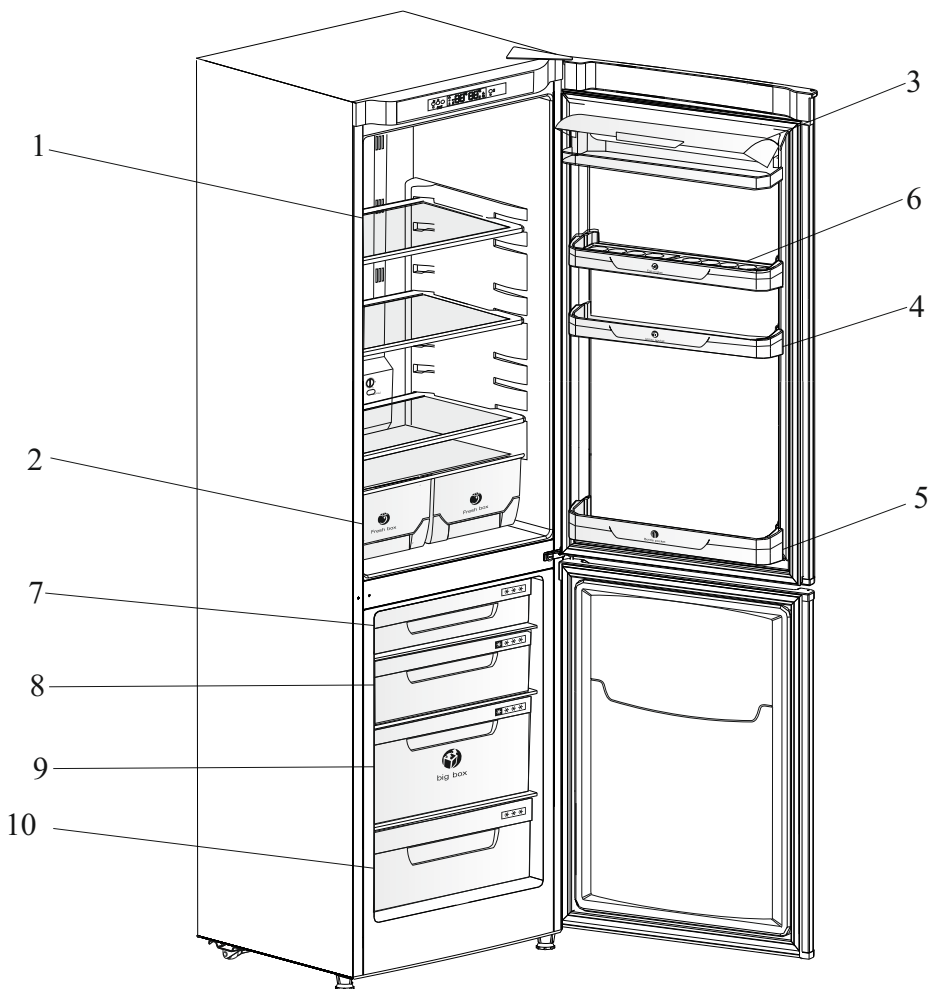

Рис.1 Расположение съемных деталей холодильника
6.7 Установите комплектующие изделия в холодильник согласно рис.1.